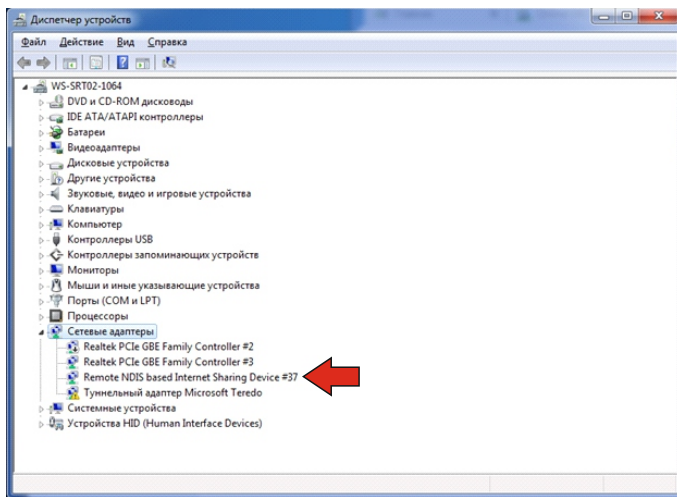

Рисунок 7.1
7.2 При подключении к ПК с операционной системой семейства Windows, устройство опознаётся как RNDIS (сетевая карта) (рисунок 7.1).